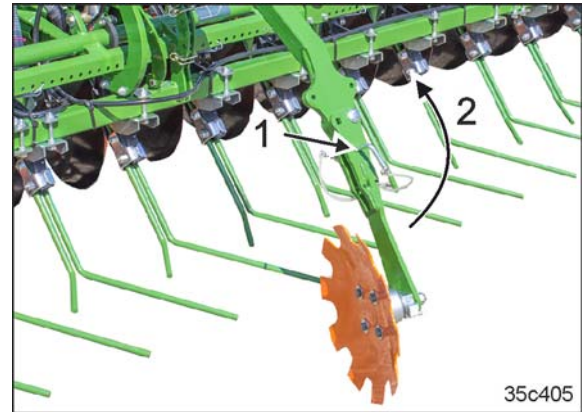

Fig. 242
5. Den Bolzen (Fig. 242/1) herausziehen und den Ausleger (Fig. 242/2) mit der Spurscheibe in Transportstellung klappen. In Transportstellung dürfen beide Ausleger nur in Richtung Maschinenmitte geklappt und mit den Spurscheibenträgern abgesteckt werden.